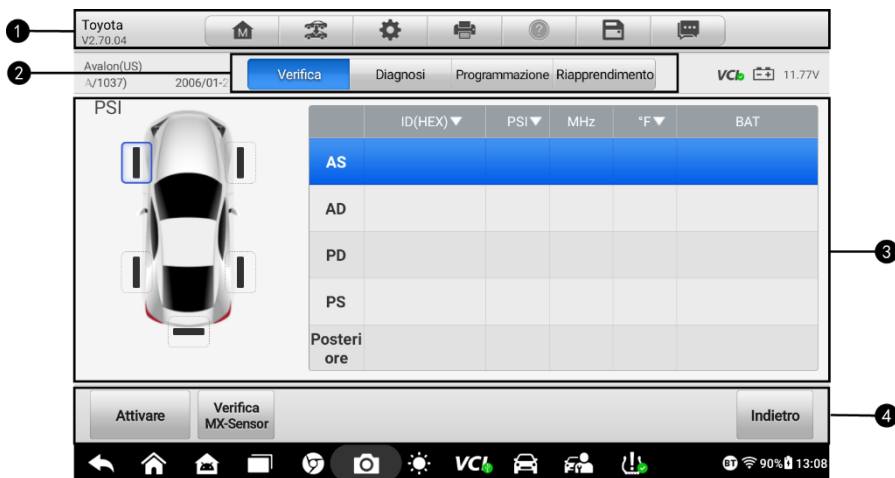

Figura6-8 Schermata di servizio TPMS
3. Seleziona **Rilevamento automatico**. Il tablet avvia la scansione del VIN sulla centralina del veicolo. Una volta identificato correttamente il veicolo da testare, il sistema ti guiderà alla schermata di servizio TPMS. Vedere Figura6-8 Schermata di servizio TPMS.